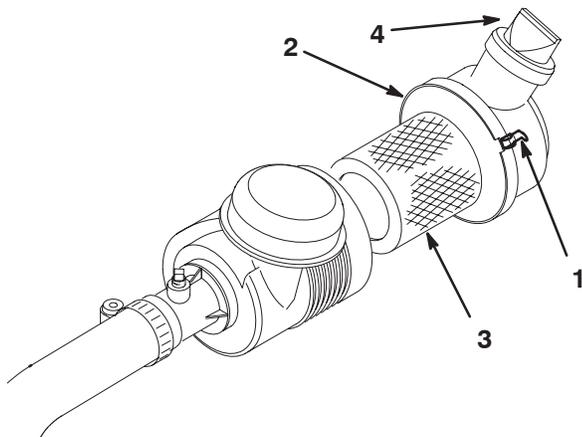

Bild 44
1. Lösen Sie die Laschen, mit denen die Luftfilterabdeckung am Luftfilterkörper befestigt ist (Bild 44).
6. Montieren Sie die Abdeckung und befestigen Sie sie mit den Laschen (Bild 44).